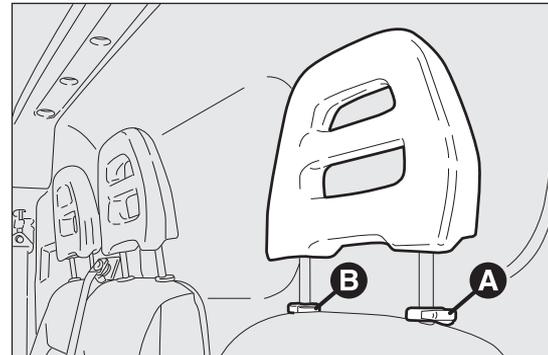

Abb. 39
Auf einigen Versionen können die Kopfstützen in der Höhe verstellt werden und rasten automatisch in der gewünschten Stellung Abb. 39 ein.
- Höhenverstellung nach unten: die Taste A Abb. 39 drücken und die Kopfstütze nach unten verschieben.
Zum Herausziehen der vorderen Kopfstützen gleichzeitig die Tasten A und B Abb. 39 neben den beiden Stützen drücken und die Kopfstützen nach oben herausziehen.